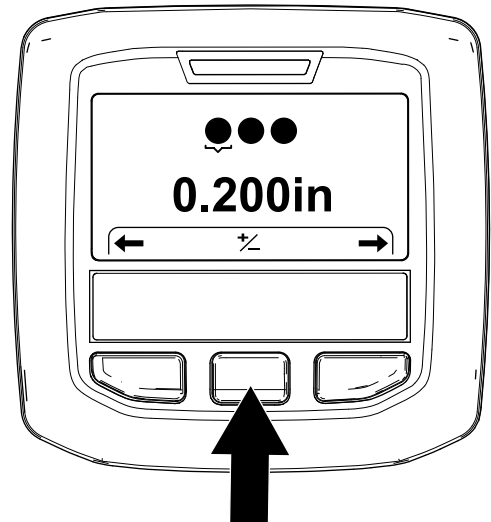

図 58
3. インフォセンターの右ボタンを押して「タインの直径」 Setting the Tine Diameter 画面を出す 図 58。